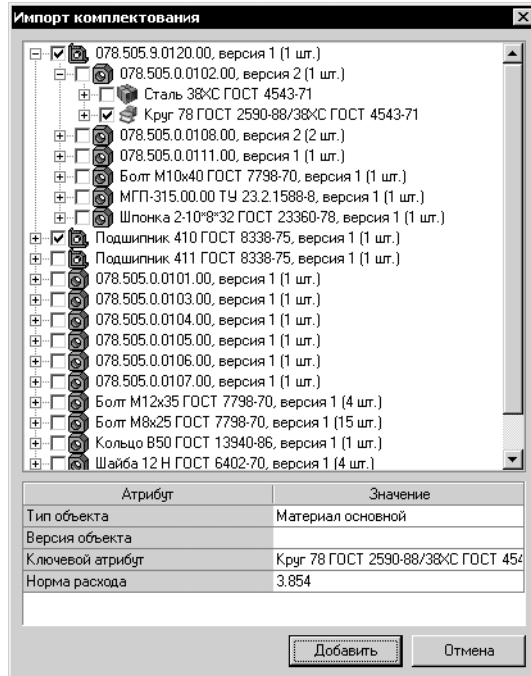

Рис. 13.20. Комплектование ТП сборочной единицы
6. В окне **Импорт комплектования** укажите нужные объекты и нажмите кнопку **Добавить** (рис. 13.20).